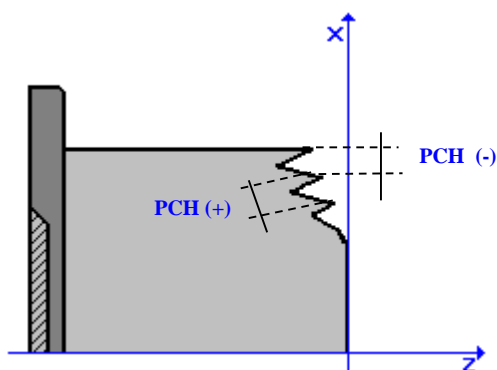

FIG.4-31
- Per maggiori dettagli vedi **FIG. 4-31**